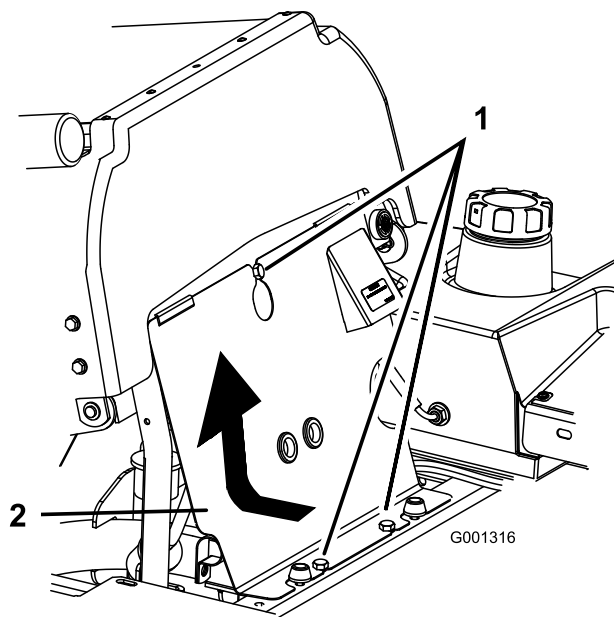

Figura 37
1. Incline el asiento hacia adelante, afloje los pernos y retire el panel delantero del motor (Figura 37).